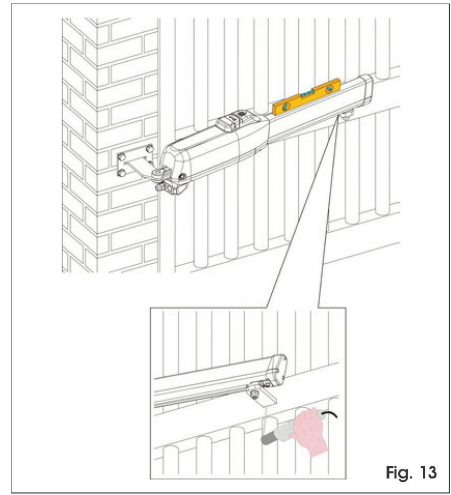

Fig. 13
6. Închideți poarta și, menținând operatorul perfect orizontal, individualizați punctul de fixare al bridei (Fig.13).
7. Fixați provizoriu brida anterioară prin două puncte de sudură (Fig.13).